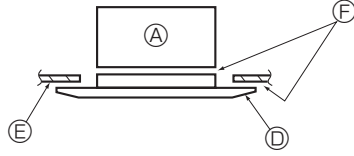

Fig. 5-8
- \* Ana üniteyle ızgara arasında veya ızgarayla tavan arasında boşluk kalmadığından emin olun. (Fig. 5-8)